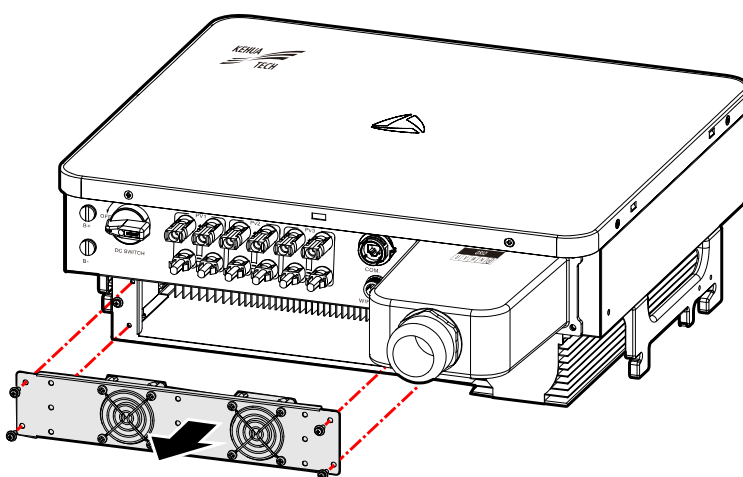

Figura 5-1 Desmonte a placa de cobertura
- Etapa 5 Desmonte a tampa, conforme mostrado na Figura 5-1.